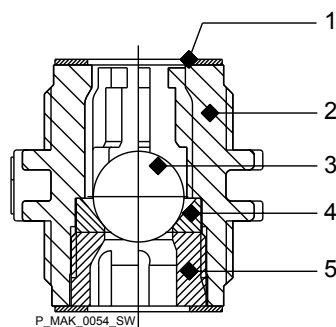

Fig. 23: Vista secção transversal Válvula de esfera única
1. ➤ Enroscar a cobertura da válvula (5) no lado de aspiração - ver Fig. 23.
2. ➤ Retirar as peças cuidadosamente do corpo da válvula (2).
6. ➤ Se existente: Colocar a mola de pressão no corpo da válvula (2).
7. ➤ Colocar a esfera da válvula (3) e o assento da válvula (4).
8. ➤ Enroscar a cobertura da válvula (5).